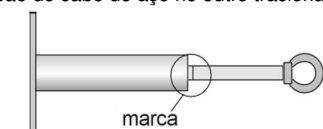
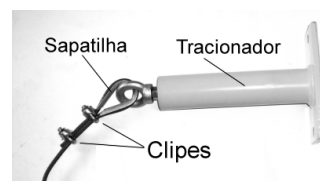

Fig. 4 – Marcas nos tracionadores
Fig. 3 – Laçada do cabo de aço
Dv : distância mínima entre a sobra de cabo após a laçada (fig.3) no olhal até o primeiro suporte de cabo. Não deve ser inferior a 80 mm
- 4.3 Passar o cabo de aço pela alça da alavanca da chave, olhai os esticador e olhai dos tracionadores (nesta ordem), com uma laçada conforme mostrado na fig.3. Dentro da laçada do cabo deve ser colocada a sapatilha para proteger o cabo de aço neste ponto. A laçada é fechada com 2 cliques.
- Deixar frouxos os cliques que ficam junto aos olhai dos tracionadores para facilitar o ajuste da tensão do tracionador (item 4.4).
- 4.4 **O ajuste da tensão do tracionador** deve ser feito da seguinte forma : Para ajustar o tracionador da esquerda, mova manualmente a alavanca para a direita até travar, conforme mostrado na fig.5A. Com a chave nesta posição deve-se esticar o cabo de aço na alça do tracionador até que a marca (fig. 4) fique visível. Aperte firmemente os parafusos dos cliques que ficaram frouxos (item 4.3).
- Os eixos dos tracionadores estão puxados de forma que a marca (fig. 4.) está visível e próxima (<10mm) do corpo do tracionador.